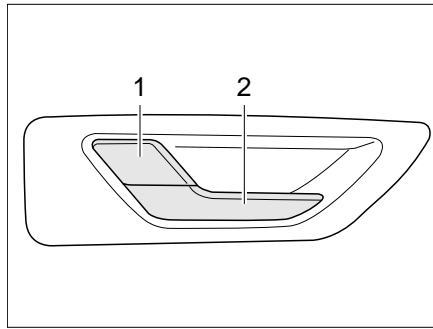

Bild 38 Türschloss Fahrertür, innen
- Am Griff (Bild 38,2) ziehen. Das Türschloss wird entriegelt. Der Sicherheitshebel (Bild 38,1) springt automatisch heraus.
- Den Sicherheitshebel (Bild 38,1) drücken.